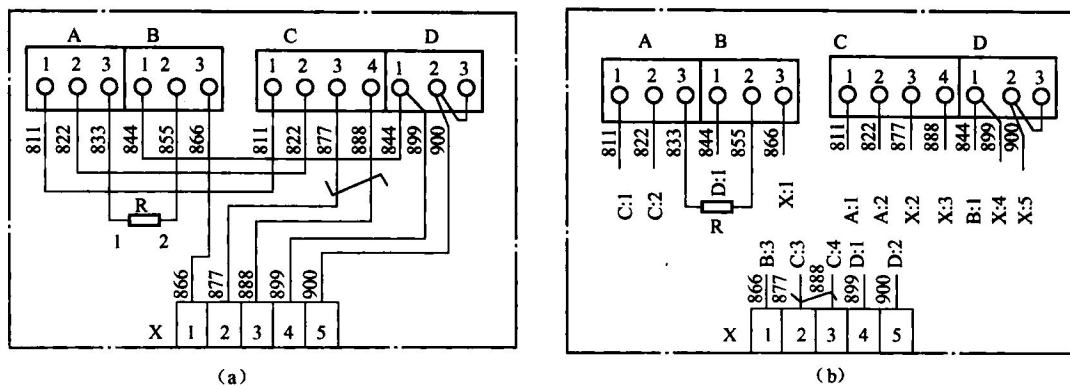

图 1-6 简单的单元接线图
(1) 要点：单元接线图是表示成套用电装置或设备中的一个结构单元内的各元件之间连接关系的一种接线图。通常按用电装置或设备背面的布置而绘制出其中的连接关系，所以又称为屏背面接线图。
(2) 图例：图 1-6 为简单的单元接线图。
(3) 图例说明：简单的单元接线图，其中图 1-6 (a) 用连续线表示，图 1-6 (b) 用中断线表示。图 1-6 共有 6 个项目，即 A、B、C、D、R、X，清楚地表明了各项目之间的连接关系。
(4) 例表说明：为了能表示出接线图中的线缆号、线缆型号及规格、项目代号、两端连接端子号和其他说明等内容，在单元接线图中往往给出了单元接线表。对于项目较少且接线
按图 1-6 制作的单元接线表参见表 1-1。